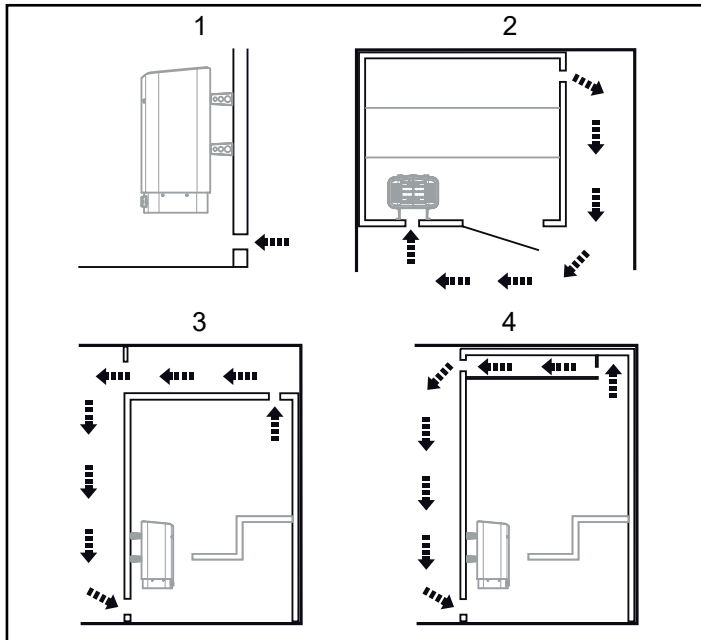

Fig 7 : Emplacement des bouches d'entrée et de sortie d'air
- à la plus grande distance possible de la bouche d'entrée d'air, par exemple en diagonale (voir la figure 7).
- en hauteur sur la cloison ou au plafond (voir la figure 7).